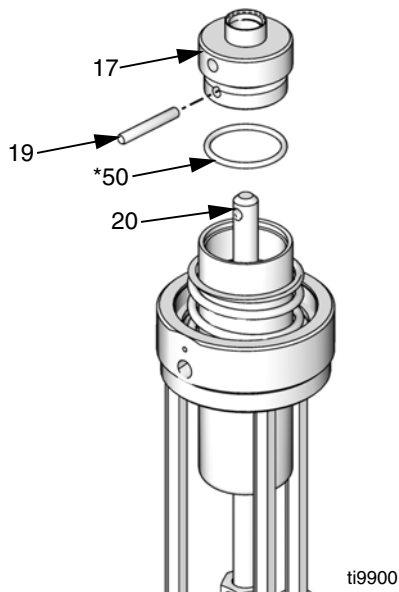

Рис.14
- 5 Только для пневматических двигателей серии А. Извлеките установочный штифт (19) и снимите головку поршня (17) с передаточного вала (20). Снимите детали 17, 19, 50. См. Рис.14.